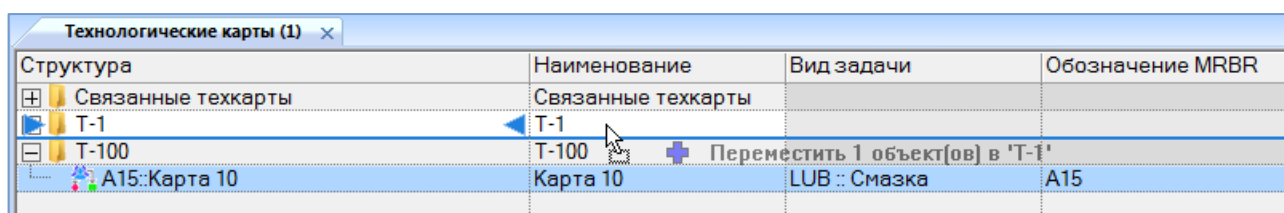

Рис. 17-37 – Перемещение техкарты в другую папку
- 3) Переместить с помощью мыши выделенные техкарты в нужную папку. Появится подсказка вида «– Переместить X объект(ов) в ...». Отпустить кнопку мыши (рис. 17-37).